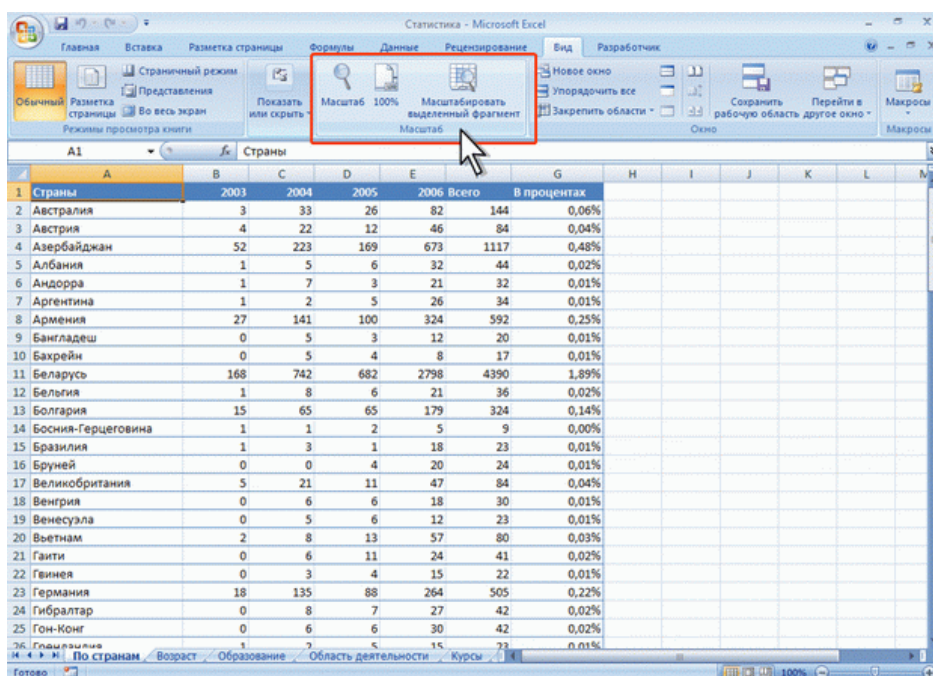
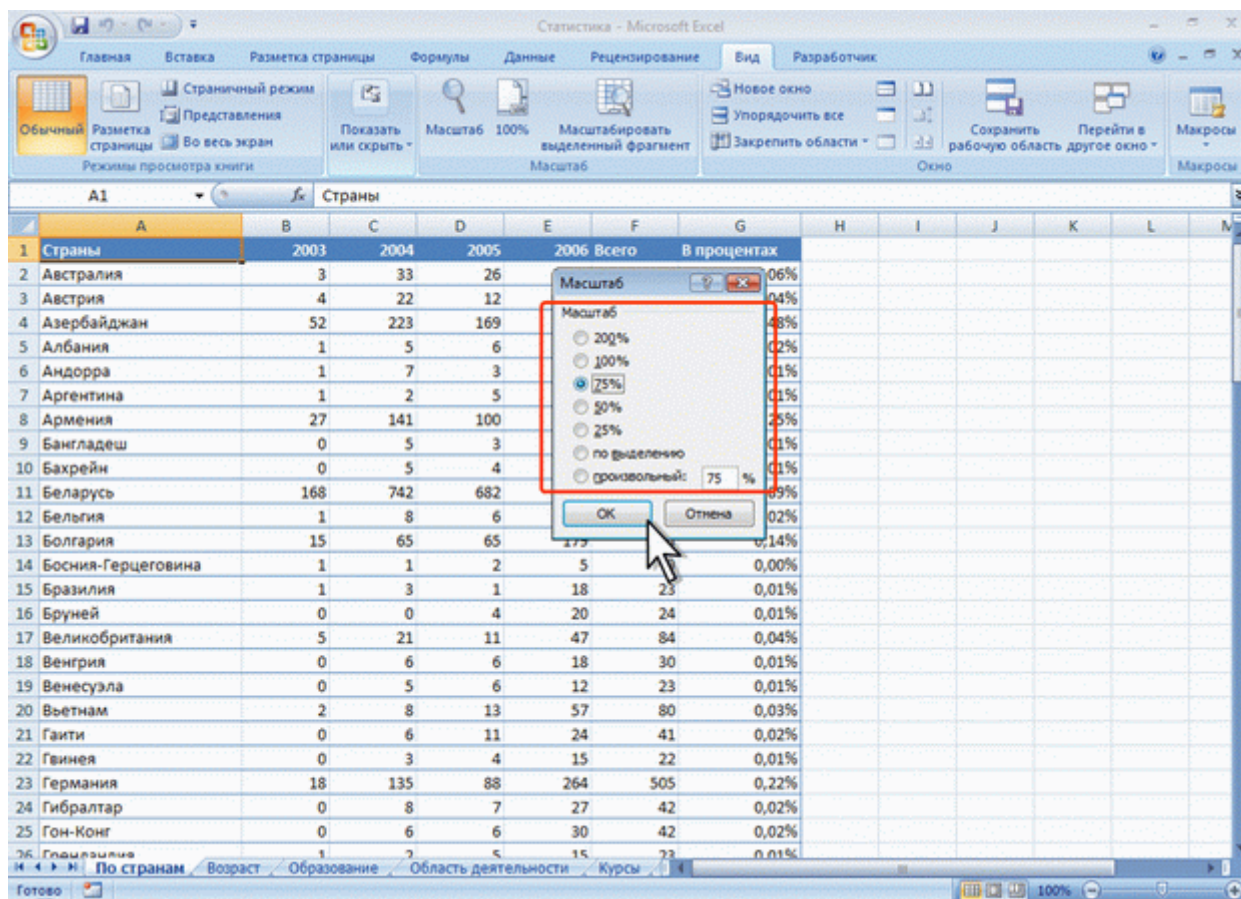

Рис. 3.5. Изменение масштаба отображения документа во вкладке Вид
Рис. 3.6. Изменение масштаба отображения документа в диалоговом окне Масштаб
Масштаб отображения листа можно изменять также во вкладке **Вид** (рис. 3.5).
Нажав кнопку **Масштаб** (см. рис. 3.5) в диалоговом окне **Масштаб** (рис. 3.6) можно установить требуемый масштаб отображения листа.
2. Нажмите кнопку **Масштабировать выделенный фрагмент** (см. рис. 3.5) в группе **Масштаб** вкладки **Вид**.